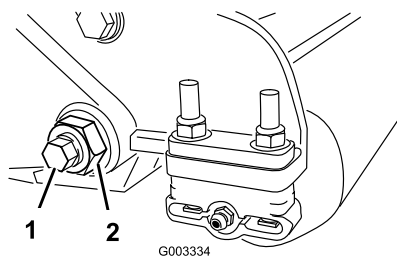
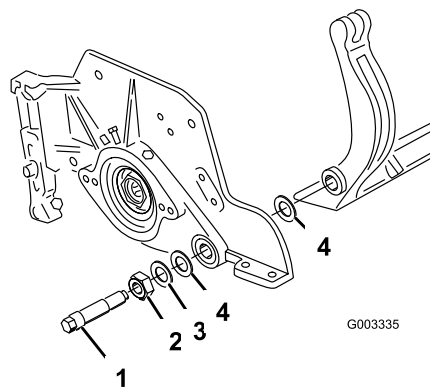

Figura 33
Figura 34
3. Su ciascun lato della macchina, allentate il dado di bloccaggio che fissa il bullone della barra di appoggio (Figura 33).
(Figura 33). Considerate 2 rondelle in nylon e 1 rondella in acciaio stampato su ciascun lato della barra di appoggio (Figura 34).
2. Fissate la barra di appoggio su ciascuna piastra laterale mediante gli appositi bulloni (dadi sui bulloni) e 6 rondelle. Una rondella in nylon deve essere posizionata su ciascun lato della flangia di estremità della piastra laterale. Posizionate una rondella in acciaio all'esterno di ciascuna rondella in nylon (Figura 34). Serrate i bulloni della barra di appoggio ad una coppia di 37–45 Nm. Serrate i dadi di bloccaggio finché la rondella in acciaio esterna non cesserà di ruotare e il gioco di estremità verrà eliminato, ma non serrate eccessivamente o non deviate le piastre laterali. Le rondelle all'interno possono avere un gioco.